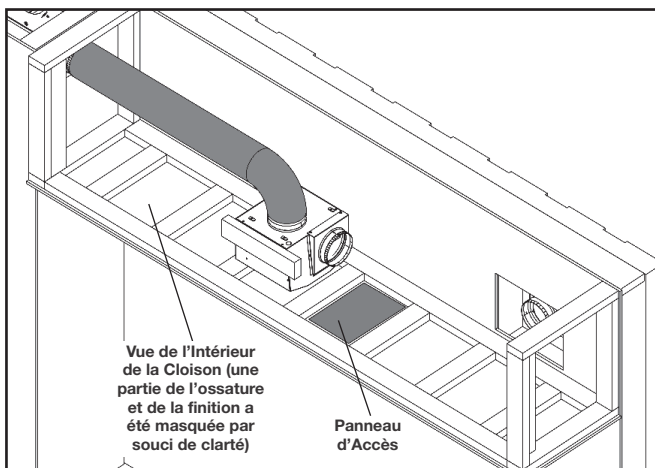

Fig. 3
- Fixez l'ensemble d'évacuation d'air chaud au mur extérieur en installant le solin mural à l'aide d'attaches appropriées (non fournies) (**Fig. 3**).
3. Installez un conduit en acier de 6 po (non fourni) de l'enceinte de l'appareil jusqu'à la prise du boîtier du ventilateur (**Fig. 3**).